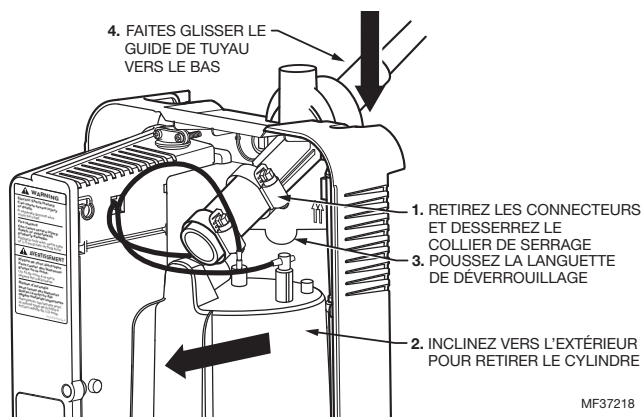

Fig. 15. Transformation en configuration pour montage sur conduit
3. Desserrez le collier de serrage le plus éloigné de la sortie de vapeur du cylindre (celui fixé au guide de vapeur en plastique). Retirez le cylindre en laissant le tuyau de vapeur court attaché. Voir la Fig. 15.